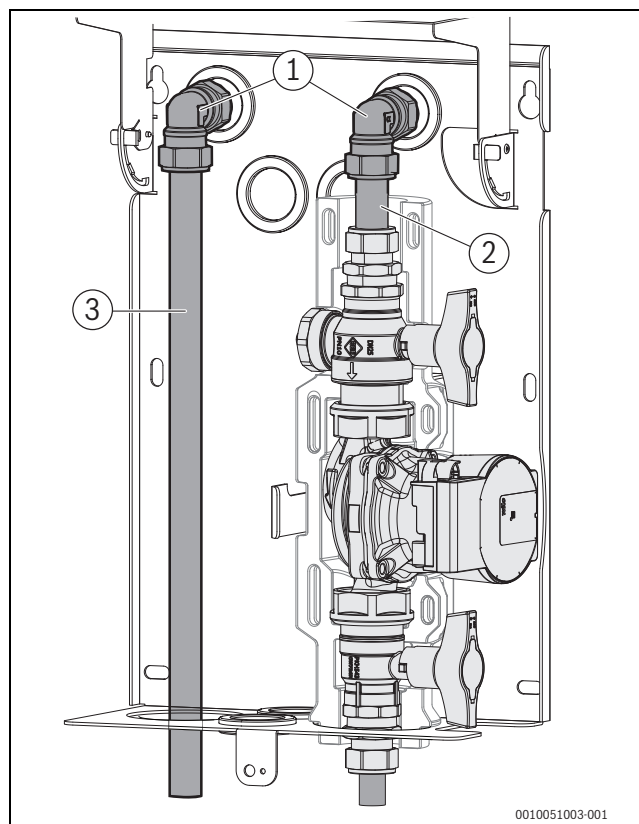

Fig. 19 Effectuer le raccordement hydraulique (option 1, gestionnaire hybride non représenté)
- ▶ Monter le raccord olive d'angle Ø 22 mm et la section de tube du contenu de livraison sur le train de pompe (→ fig. 19).